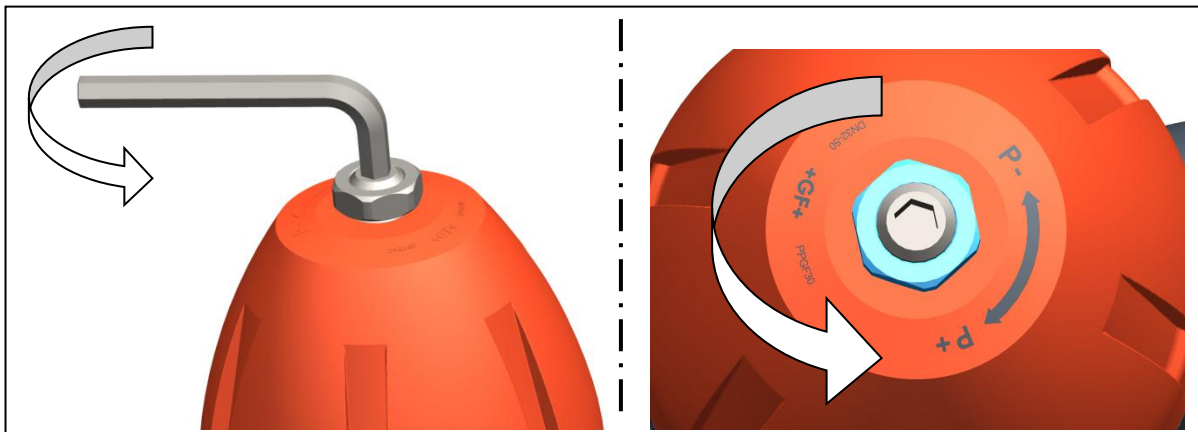

Abb. 5
- ▶ Um Sollwert zu senken: Feder entspannen. Dazu Spindel gegen den Uhrzeigersinn drehen, siehe Abb. 5